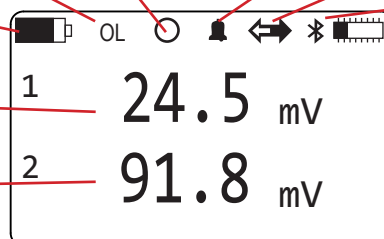

Abbildung 7
- Schalten Sie das Gerät ein, dazu die Taste ① drücken und halten, bis auf dem Display **Leistung Ein** erscheint. Der Bildschirm **Messdaten** (siehe Abbildung 7) erscheint.
Ausgehend vom Bildschirm **Messdaten** (siehe Abbildung 7) drücken Sie zwei Mal auf $\blacktriangleright$.